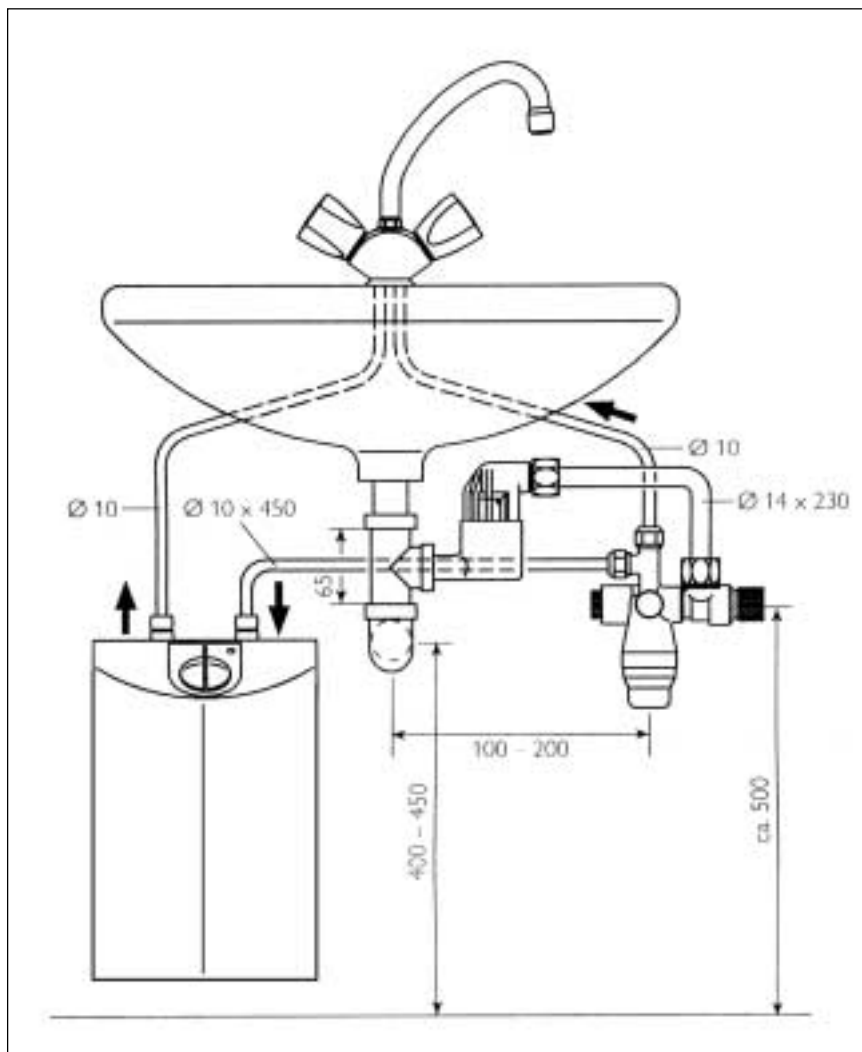

Рис. 3
- Навинтить сливную воронку на переставную трубу и с помощью колена  $\varnothing 14$  мм соединить с группой безопасности (отвод излишка воды, образовавшегося в результате расширения). Для подключения второго заборного крана необходимы тройники (водораспределители), арт.№ 07 05 58 (см. рис. 3).